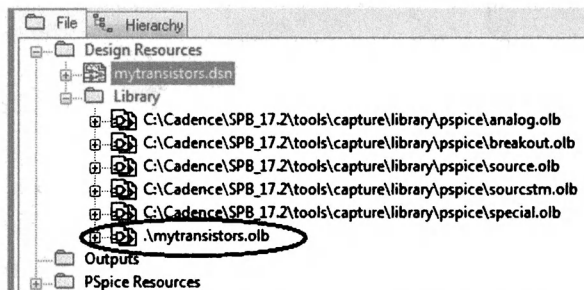

Рис. 15.9. Добавление библиотеки транзистора в проект
8. Библиотека myTransistors.olb Capture будет создана и добавлена в библиотеки в диспетчере проектов (рис. 15.9).